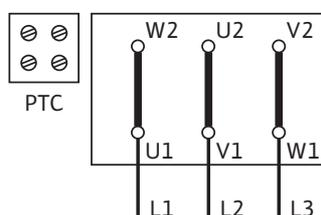

Рис. 35: Пуск Y-Δ (стандарт)
- Схема электроподключения находится в клеммной коробке (см. также рис. 35/36).
| Пуск Y-Δ (стандарт)                        | Удаление соединительных перемычек (рис. 35) |